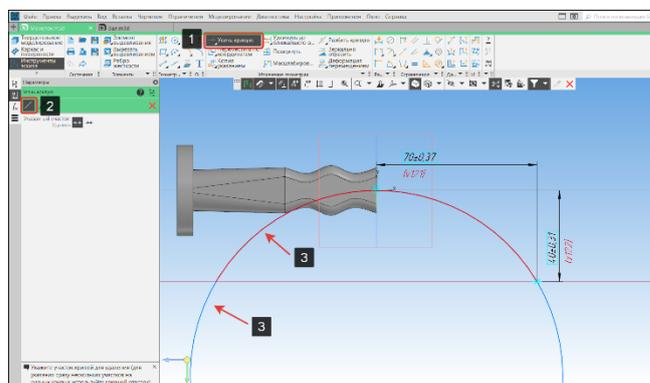

Рисунок 153 – Команда усечь кривую
- После построения вспомогательной прямой, усечем диаметр. В панели Изменение геометрии выберем команду Усечь кривую (1) подоперация усечь кривую (2) (Рисунок 153);
- Укажем секторы окружности, которые необходимо усечь (3) (Рисунок 153);